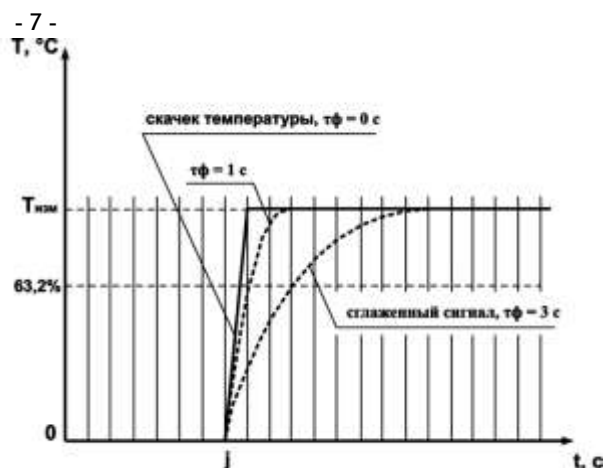

Рисунок 3.6
3.2.4.2 Цифровой фильтр устраняет шумовые составляющие сигнала, осуществляя его экспоненциальное сглаживание. Основной характеристикой экспоненциального фильтра является tf – постоянная времени цифрового фильтра, параметр $Ft1$ ($Ft2, Ft3, Ft4$) – интервал, в течение которого температура достигает **63,2%** измеренного значения $T_{изм}$ (рисунок 3.6).